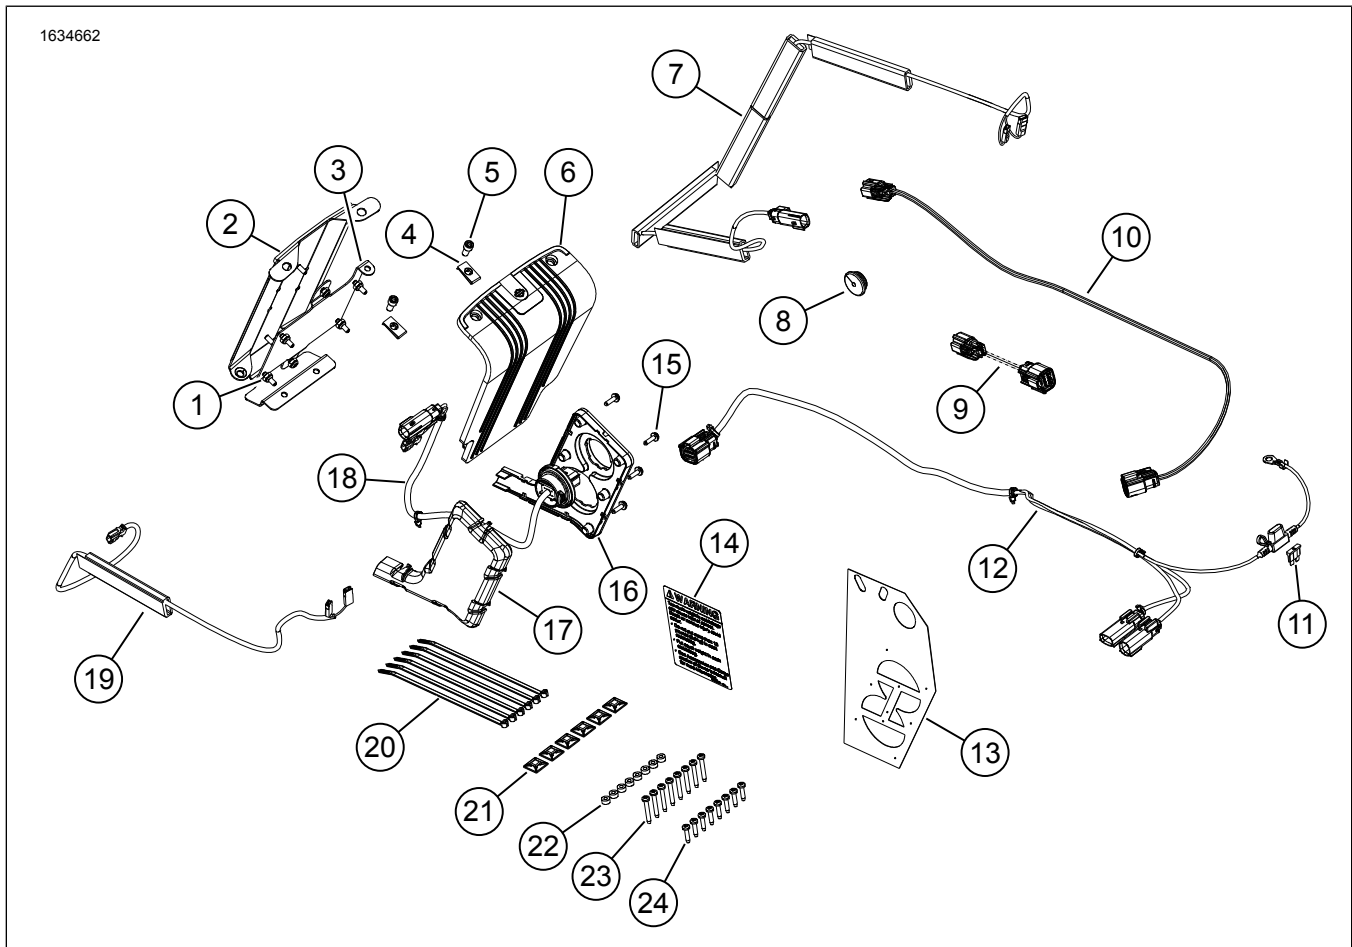

Figura 1. Conteúdo do kit: Áudio Bluetooth - com tecnologia Rockford Fosgate
3. Ver a Figura 1. Instale a etiqueta de capacidade do alforge (14).